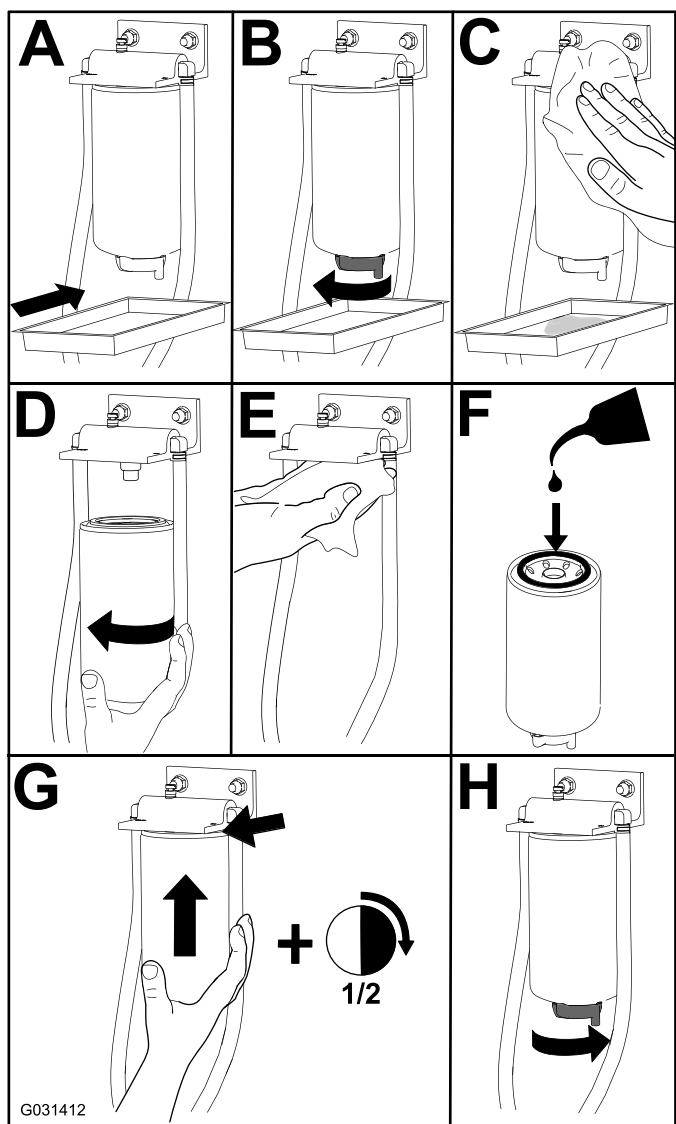

Figura 54
1. Substituir a correia como se mostra na Figura 54.